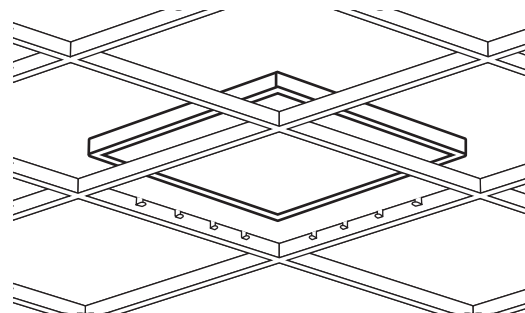
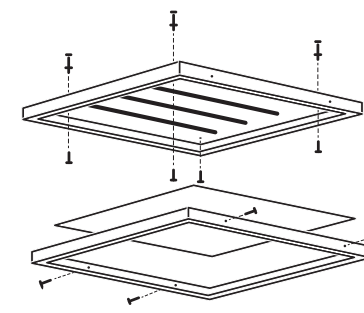

Рис. 1 Схема монтажа в потолок Грильято светильника PPL 588/G
Рис. 2 Схема накладного монтажа светильника PPL 588/G
1.6 Светильник предназначен для встраиваемого монтажа в потолки типа «Грильято» (см. рис. 1), а также на любые ровные поверхности накладным способом ( см. рис. 2).
- 8.2 **Встраиваемый монтаж** в потолок типа «Грильято» производить согласно Рис.1
- 8.3 **Накладной монтаж** производить согласно Рис.2